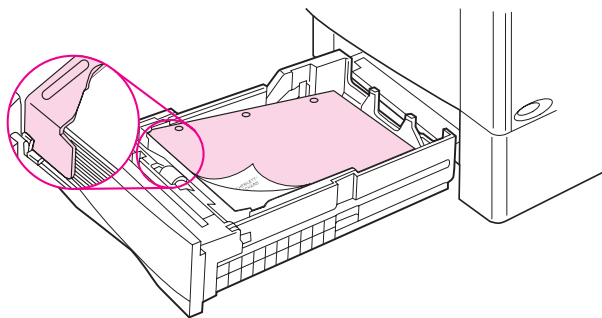

図 12 他のすべてのトレイの用紙方向
- 印刷面を上向きに、ショートエッジをプリンタ向きにラベルをトレイ 1 に給紙します。他のトレイの用紙方向については、46 ページの図 12 を参照してください。
- 他のトレイを使うと 50 枚から 100 枚の OHP フィルムのスタックを印刷できます。OHP フィルムは用紙よりも重いので、他のトレイを一杯に積めないでください。他のトレイでの用紙方向については、46 ページの 図 12 を参照してください。